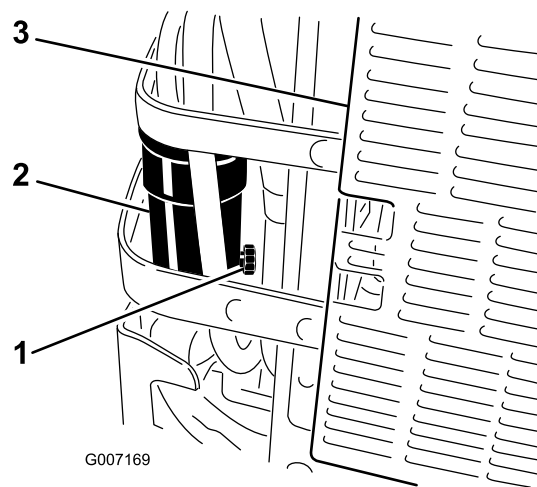

Bild 43
6. Öffnen Sie das Ablassventil am Wasserabscheider um ca. eine Umdrehung, damit das Wasser und andere Verunreinigungen ablaufen können (Bild 43).
7. Schließen Sie das Ablassventil, wenn Diesel austritt (Bild 43).